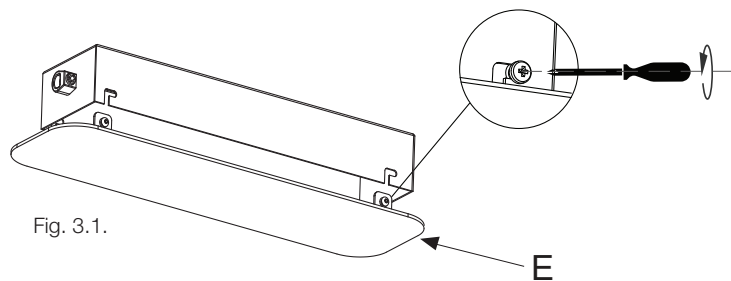

Fig. 3.1.
3.1. Desatornillar los tornillos laterales para abrir la tapa (E) del florón. Fig 3.1.
3.1. Unscrew the side screws to open the cover (E) of the canopy. Fig 3.1.
3.1. Retirez les vis latérales pour ouvrir le couvercle (E) du pavillon (figure 3.1).
3.1. Die seitlichen Schrauben lösen, um die Baldachinabdeckung (E) zu öffnen. Abb. 3.1.